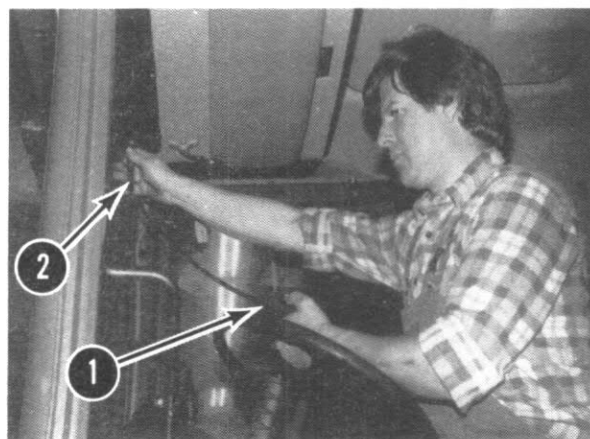

FIGURE 61
- 5 - Effectuez les lectures des températures au centre de la rampe de dégivrage, figure 61, vérifiez l'humidité relative et comparez avec les chiffres ci-dessous.